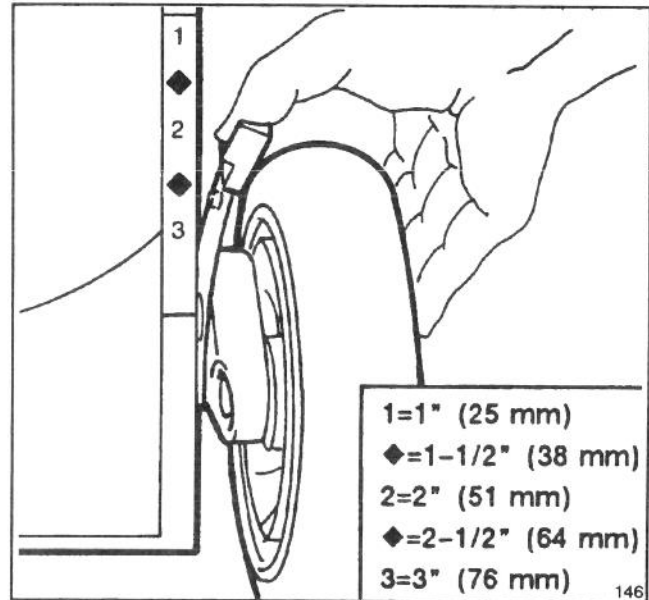

Figure 15
2. Afin de faciliter le réglage, soulevez le carter—sans mettre les mains sous la plaque—de manière à ce que la roue ne touche plus le sol. Serrez le levier de réglage vers la roue (figure 15) et placez-le à la position voulue. Vérifiez que la goupille du levier de réglage est bien enclenchée dans le cran du carter. Réglez toutes les roues à la même hauteur.